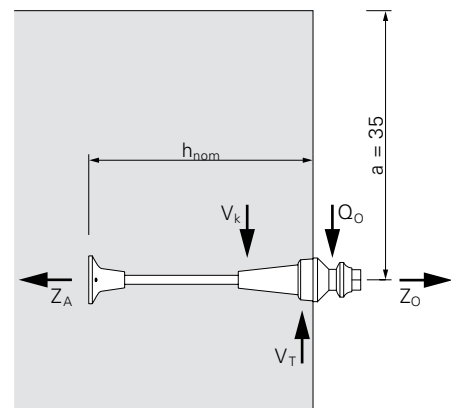

Fig. C1.21
- La forza di trazione Z_o viene trasferita nel calcestruzzo grazie alla compressione della piastra filettata Z_A . (Fig. C1.21)